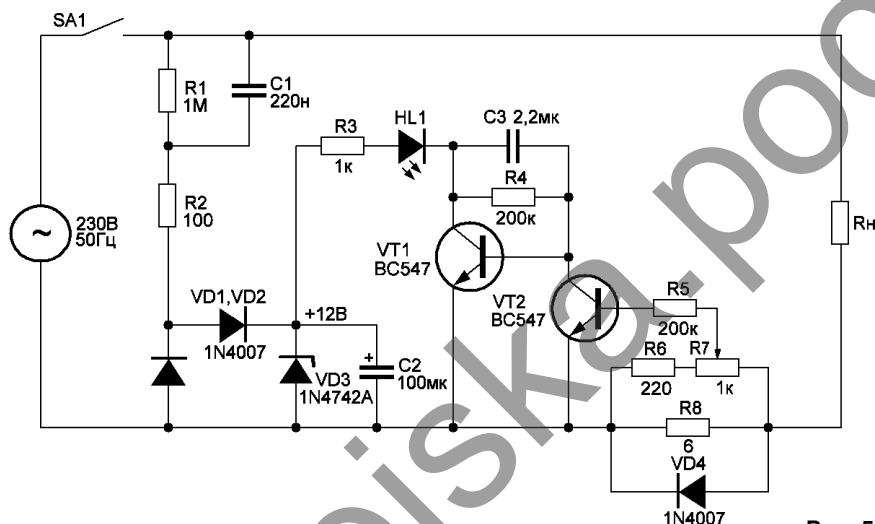

Рис. 5
**Реле тока нагрузки, работающего на переменном токе.** При переходе на переменный ток питания реле токов нагрузки производится от простейших выпрямителей. Пример схемы реле минимального тока нагрузки, см. также рис. 1, работающего от сети переменного тока 230 В 50 Гц, приведен на рис. 5.